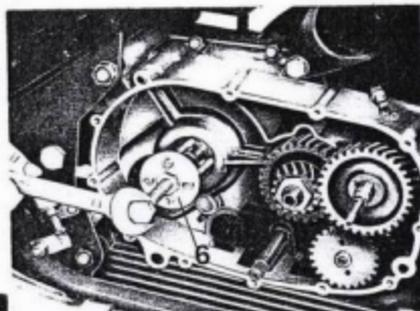

Abb. 15
- der innere Ring des Lagers auf der Primärwelle, unter Verwendung des Abziehers Nr. 10906900 (6 aus Abb. 15), die Bolzen dieses Werkzeuges werden auf den Druckring des Antriebszahnrades (Bronze) geschraubt;